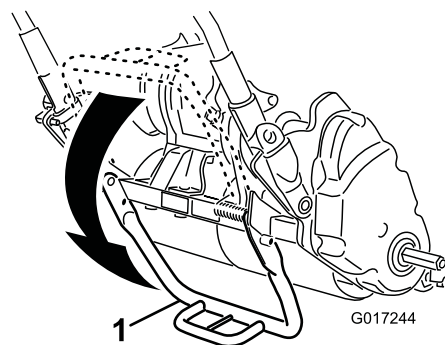

Figure 19
1. Abaissez la béquille avec le pied et tirez sur le support du guidon jusqu'à ce que la béquille bascule en avant (Figure 19).